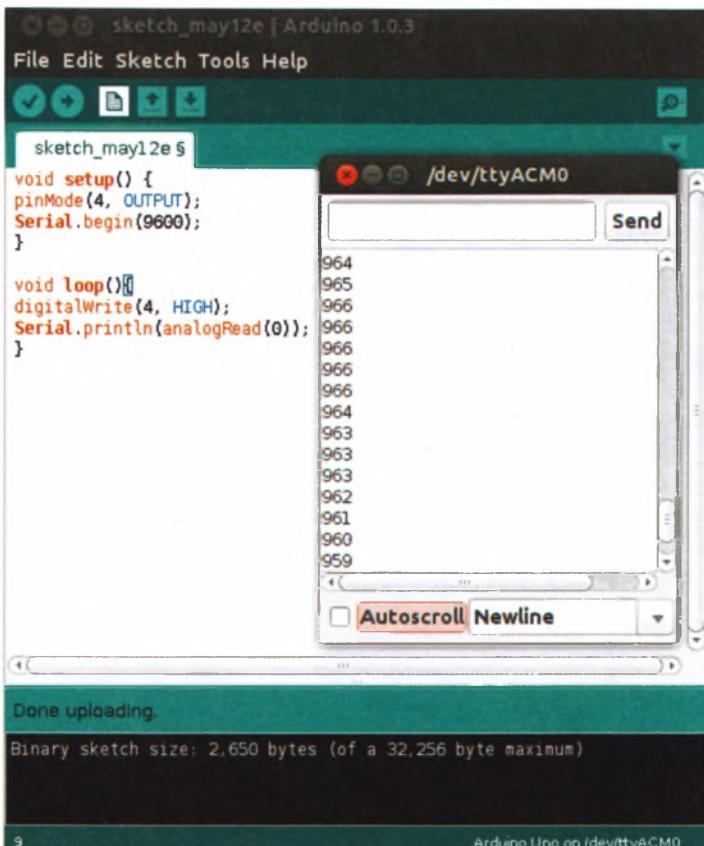

РИСУНОК 19.2
6. Откройте окно монитора порта в среде разработки Arduino. В нем отобразится значение, которое считывается из фотодиода, — на рис. 19.2 оно равно 964 (при естественном освещении). Запишите число, полученное в вашем случае, — оно будет разным при различной освещенности.